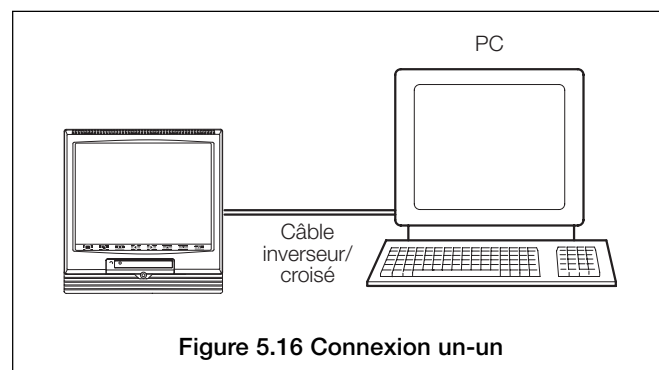

Figure 5.16 Connexion un-un
- Connexion directe à un ordinateur – voir Figure 5.16
5.9.3 Connexion à un routeur commuté – Figure 5.16